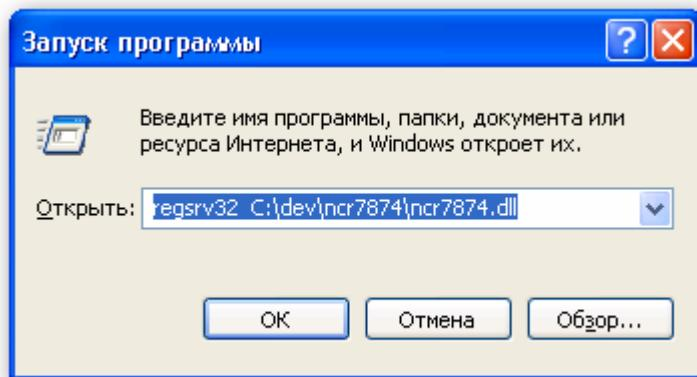

Рисунок 1 – Зареєструвати бібліотеку
1. Необхідно зареєструвати бібліотеку, рисунок 1